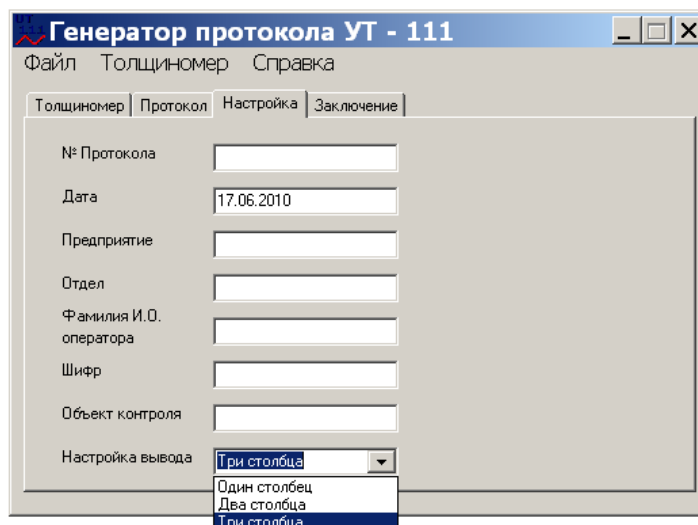

Рис.6.8.
- При выборе подменю «**Настройка**» появляется возможность внесения в протокол необходимой текстовой информации (рис.6.8).
- При нажатии клавиши **«Печать протокола»** происходит распечатка протокола, содержащего всю введенную информацию (рис.6.8; 6.9 и 6.11).